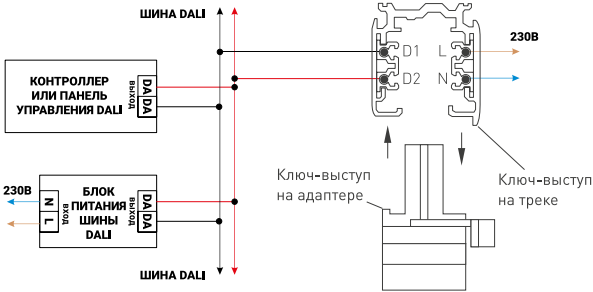

Рис. 2. Схема подключения светильников с управлением DALI
- 3.4. На коннекторе питания открутите винт и снимите крышку. Соберите схему подключения согласно рис. 2. Используйте 5-жильный кабель. Обязательно подключите защитное заземление к клемме GND.